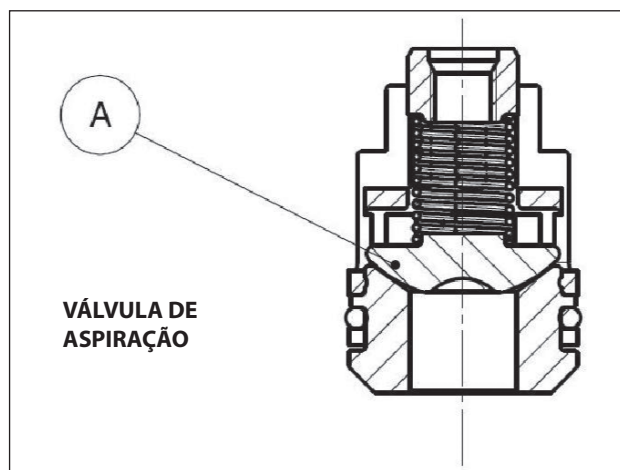
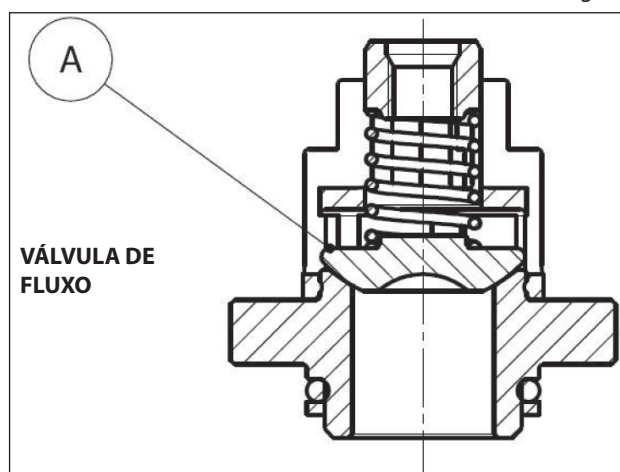

Fig. 26
Fig. 27
- 2. Para versão HS18, no entanto, preste atenção para não inverter também as válvulas esféricas de aspiração com aquelas de fluxo "A" (Fig. 26, Fig. 27), pos. de explosão 46, conforme indicado no capítulo 16 do Manual de uso e manutenção.**